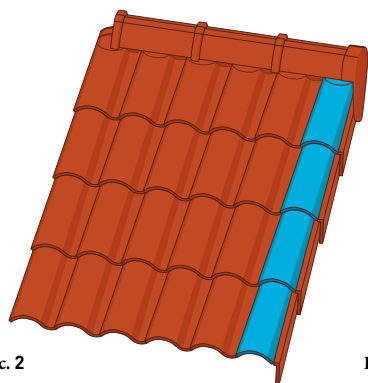

Рис. 2
4. Правосторонний фронтовый ряд кровли может быть закончен либо использованием половинчатой двухволновой черепицы (Q17-е можно изготовить самостоятельно методом продольной подрезки обычной рядовой черепицы) (Рис.2) или двойной двухволновой черепицей (Q34) (Рис3).